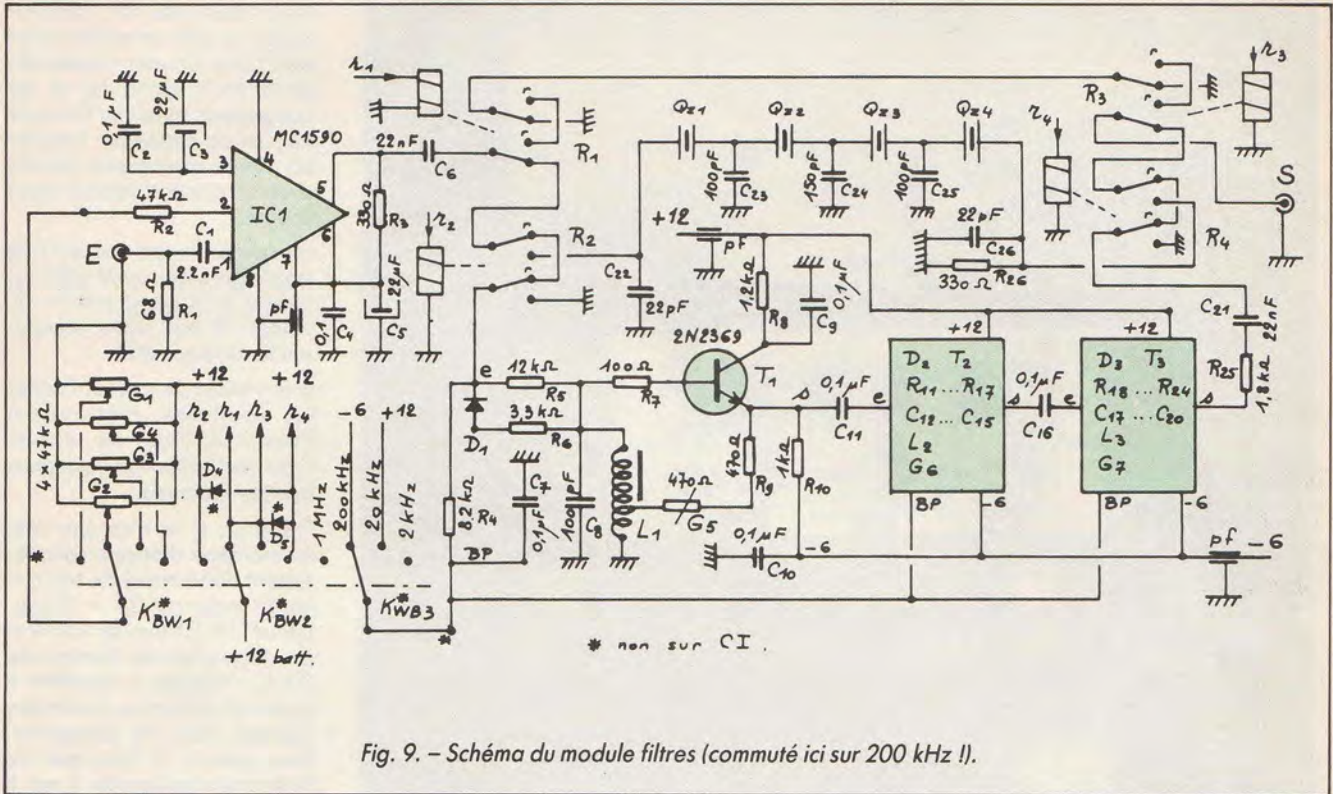

Fig. 9. - Schéma du module filtres (commuté ici sur 200 kHz !).
1. Etude du schéma (fig. 9)
200 kHz et 20 kHz. Les relais R₁ et R₃ sont au travail comme dessiné en figure 9. Le signal issu de IC₁ passe donc de R₁ à R₂ et arrive à l'entrée e du premier des trois étages identiques de ce